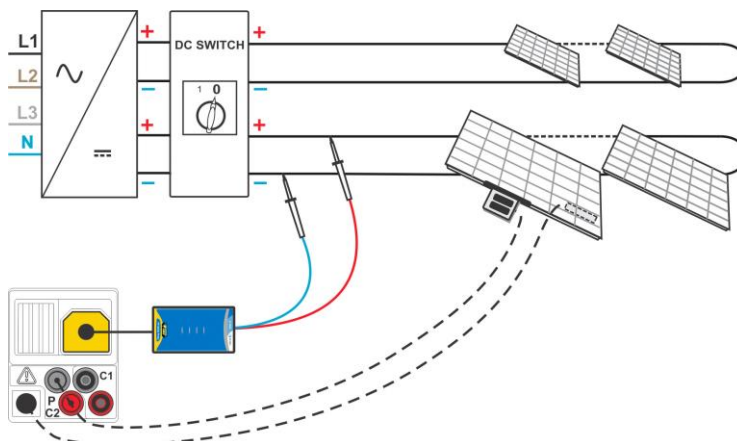

Abbildung 6.25: Messung der U-I-Kennlinie
- **Schließen** Sie den Prüfling an (siehe Abbildung 6.25).